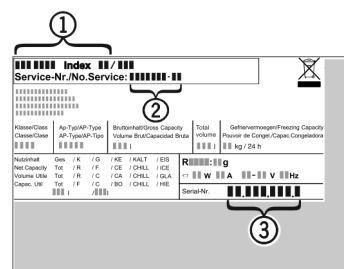

Fig. 35
- Označení přístroje Fig. 35 (1), servisní číslo Fig. 35 (2) a sériové číslo Fig. 35 (3) naleznete na typovém štítku. Identifikační typový štítek je umístěn na levé vnitřní stěně přístroje.
- Informujte zákaznický servis a sdělte poruchu, označení přístroje Fig. 35 (1), servisní číslo Fig. 35 (2) a sériové číslo Fig. 35 (3).